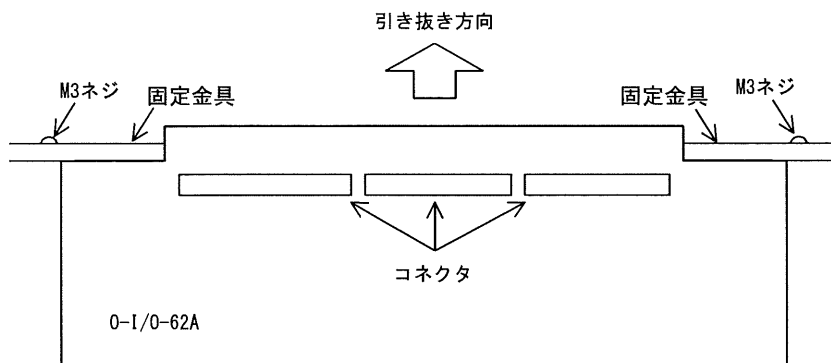

図18. PLC基板取り外し方法
- ① 盤の電源スイッチ (#8D、#8A) を切りにする。
- ② 送量部背面のコネクタ、配線を取り外す。
- ③ 前面扉を開く。
- ④ 前面四隅のシャーシ固定ネジを取り外す。
- ⑤ 前面パネルごと、シャーシを引き出す。
- ⑥ PLC基板 (0-I/O-062A) の基板とLED表示基板 (0-I-204A) を接続しているコネクタ (図18) を取り外す
- ⑦ PLCを固定している金具の取り付けネジを緩める。
- ⑧ PLC基板を引き抜く
- ⑨ 新しいPLC基板を左右のガイドに沿って差し込み、最後まで押し込む。
- ⑩ 逆の手順により、送量部を元に戻す。